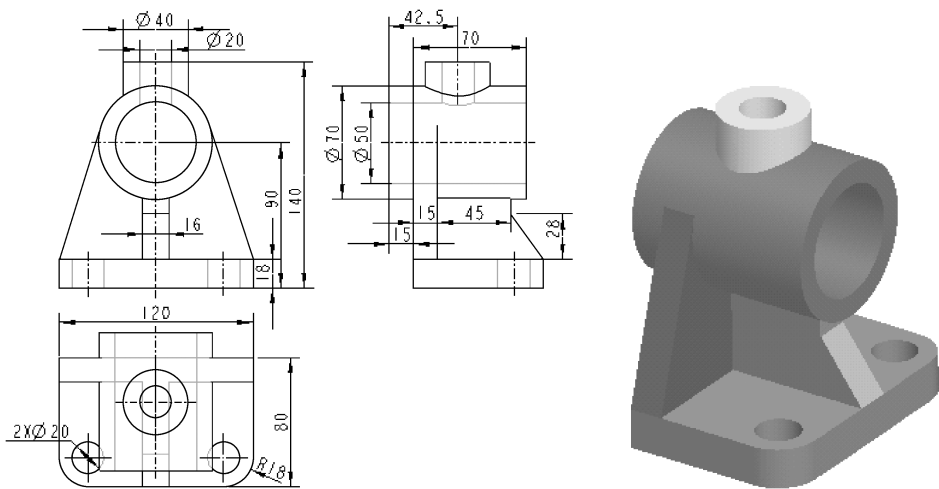

图 5-43 轴承座
(4) 创建如图 5-43 所示的轴承座模型, 文件名为“xiti5-2-4. prt”。